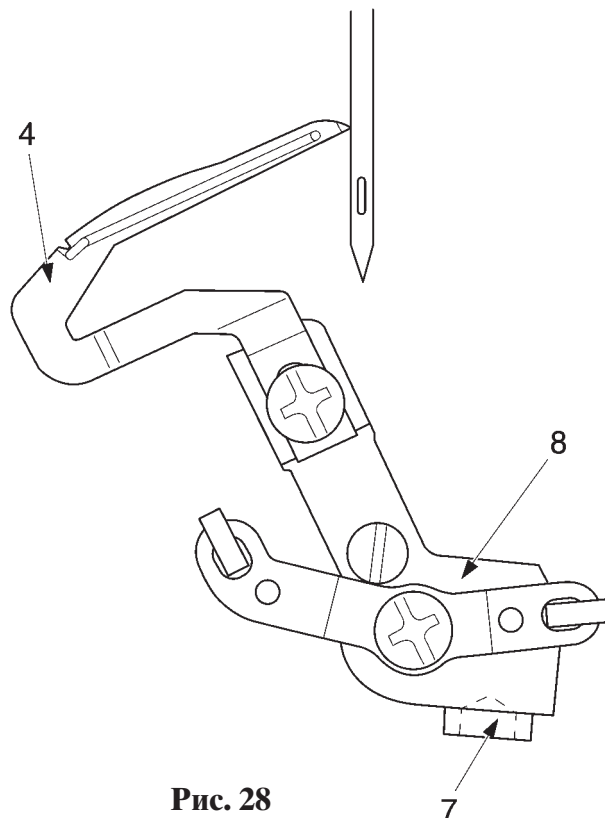

Рис. 28
- Слегка ослабьте винт 7 рычага петлителя 8 (рис. 28).